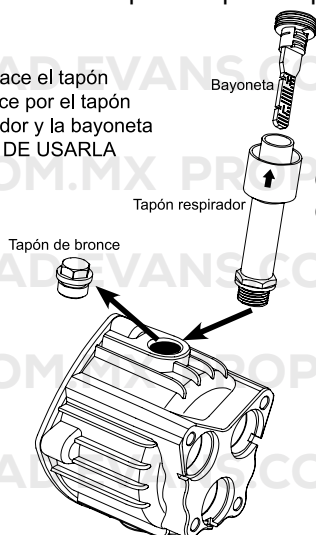

fig. 2
- 2 Antes de encender su hidrolavadora, reemplace el tapon de bronce por el tapón respirador y la bayoneta. (fig 2)